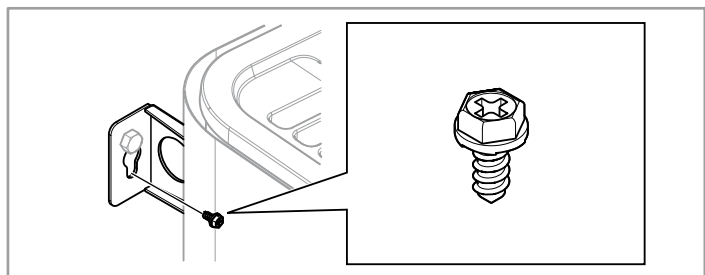

Figure 20 : Vis de verrouillage de support
2. Bloquez le poêle en place avec la vis de verrouillage (voir figure 20).